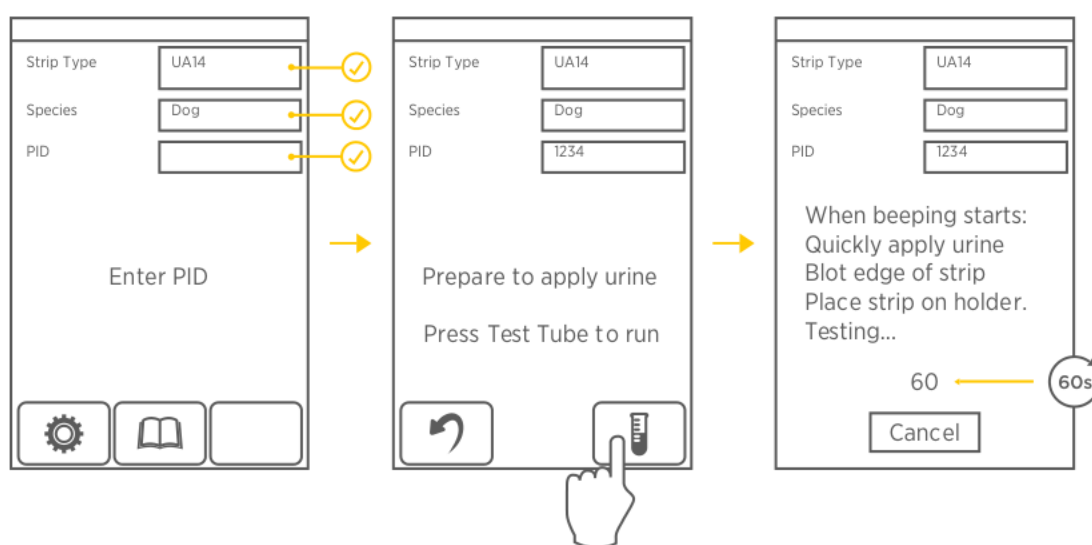

Fig. 23 Seleccione la información para correr controles - Seleccione el Tipo de tira (Strip Type) y la Especie (Species).
3. Para correr los VETSCAN UA Kit de Control, prepárese para realizar una muestra de manera normal, seleccionando el **Tipo de tira (Strip Type)** y seleccionando Perro (Dog) para **Especie (Species)**. Los VETSCAN UA Kit de Control se pueden usar tanto en las VETSCAN UA Tiras Reactivas UA10 y UA14. Se puede ingresar cualquier número para **PID**. Presione el botón **Prueba (Test)** para iniciar el temporizador (Fig. 23).